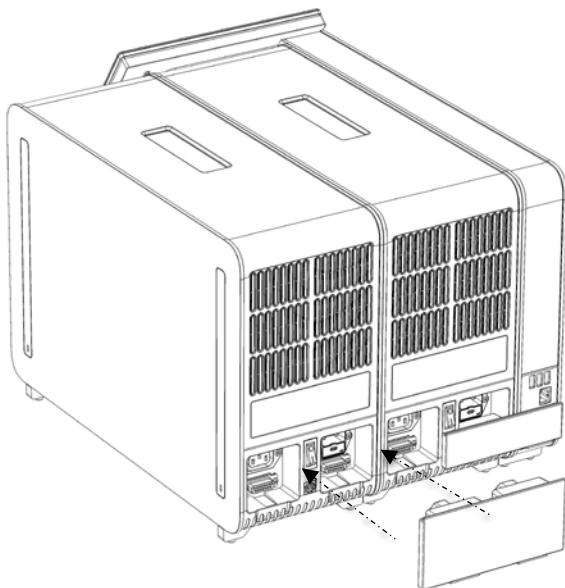

Figura 18. Conectarea punţii modul analitic/analitic.
- Conectaţi puntea modul analitic/analitic din spatele QIAstat-Dx Analyzer 1.0 pentru interconectarea celor două module analitice (Figura 18).